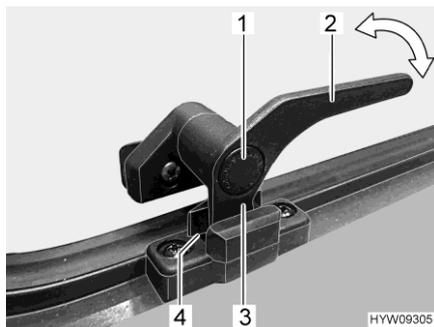

Fig. 46 Levier de verrouillage (position "Aération permanente")
- En position "Aération permanente" (Fig. 46)
- Enfoncer le bouton de sécurité (Fig. 46,1) et le maintenir enfoncé.
- Tourner le levier de verrouillage (Fig. 46,3) d'un quart de tour vers le centre de la fenêtre.
- Remettre le levier de verrouillage en position initiale. Le tenon de verrouillage (Fig. 46,3) du levier de verrouillage doit pénétrer alors dans le logement prévu à cet effet dans le verrouillage de fenêtre (Fig. 46,4).
- Relâcher le bouton de sécurité (Fig. 46,1).